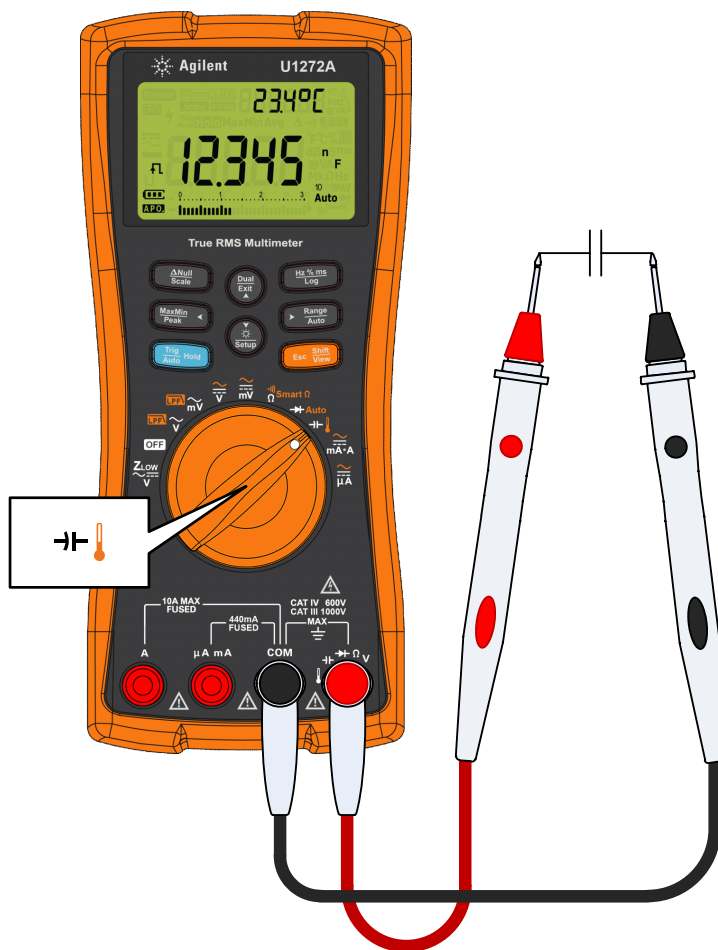

Figura 2-25 Misurazione della capacitanza
- 1 Per misurare la capacitanza, posizionare il selettore come $\rightarrow \text{F}$ e impostare il multimetro come mostrato in Figura 2-25.